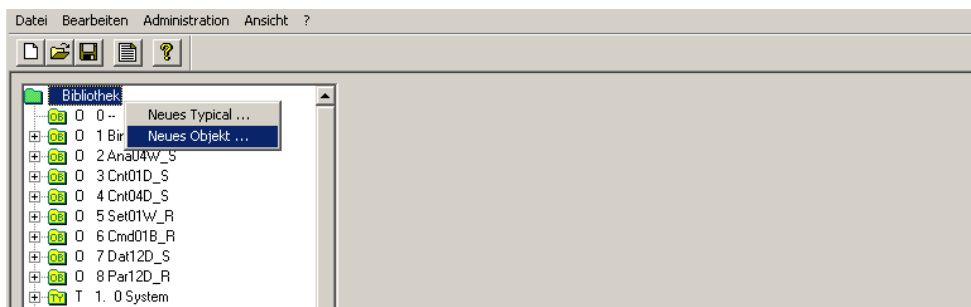

Bild 4-17 Auswahl eines Teilnehmers um eine Dekodierung anzulegen.
1. Selektieren Sie mit der rechten Maustaste die Bibliothek und öffnen Sie das Auswahlmeneü (siehe Bild 4-17).